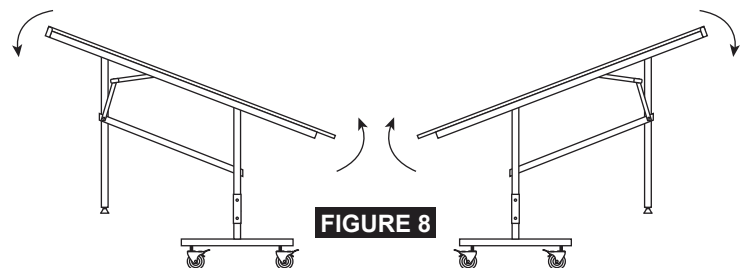

FIGURE 8
2. Pliez chaque moitié de table comme illustré dans la **FIGURE 8**.